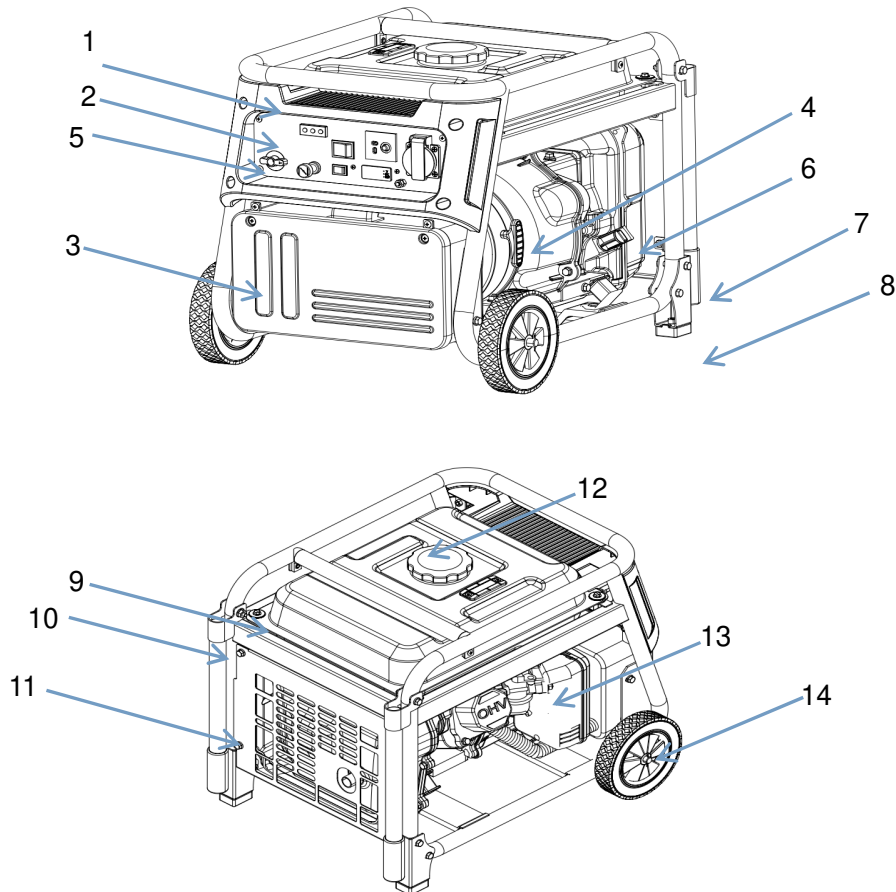

Ilustración 1.
2.1 Forma general, Ilustración 1.